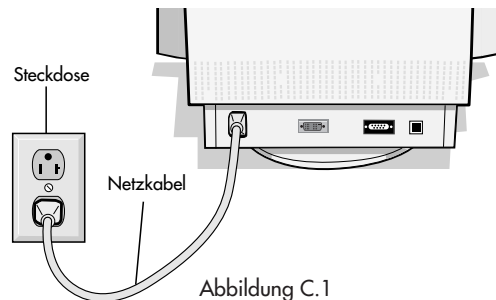

Abbildung C.1
**HINWEIS: Den MultiSync Macintosh-Kabeladapter oder DVI an DFP adapter können Sie bei NEC Technologies unter der Telefonnummer (800) 820-1230 bestellen.**
3. Schließen sie ein Ende des Netzkabels an den MultiSync FP1350X an, und stecken Sie das andere Ende in die Steckdose (**Abbildung C.1**).